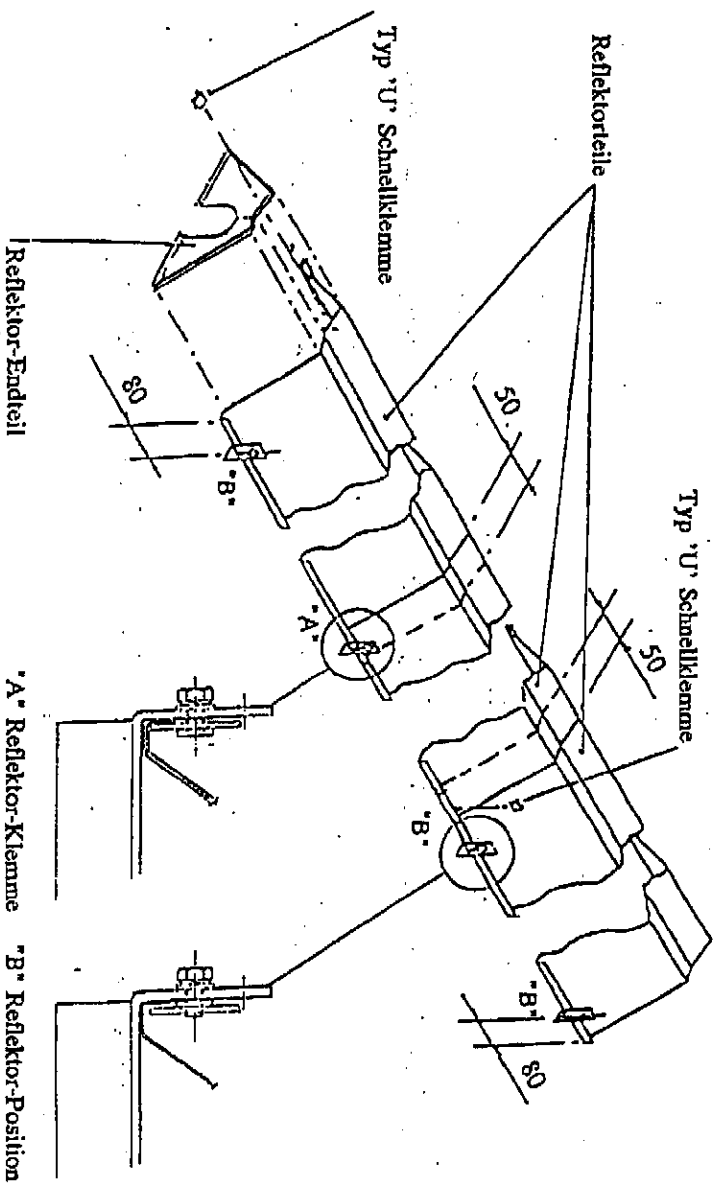

Abb. 23
4.5.7 Legen Sie zwei der Reflektorenteile auf die Aufhängevorrichtungen und zwar so, daß ihre äußeren Kanten von der äußeren Aufhängevorrichtung 80mm überhängen (siehe Abb. 23 unten). Legen Sie das dritte Reflektorenteil über die beiden zuvor positionierten Reflektorenteile, so daß an jedem Ende ein Überhang von 50mm entsteht. Klemmen Sie das erste und das zweite Reflektorenteil da wo sie überlappen an die zweite Aufhängevorrichtung, (vom Kontrollborste), unter Gebrauch von zwei Befestigungsschrauben und M6 Satzschrauben und Dichtungsringen (Befestigungspaket). Sichern Sie das äußere Ende des Mittelreflektorenteiles zum Reflektorteil am Ventilatoreinheitende des Gerätes, unter Gebrauch von zwei U-Typ Schnellklemmen (aus dem Befestigungspaket) wie in Abb. 23 dargestellt. Schrauben Sie die restlichen (6) Befestigungsschrauben an jede der anderen Aufhängevorrichtungen um einen Platz für die Reflektorenteile zu beschaffen, wie in Abb. 23 unten gezeigt.
4.5.8 Platzieren Sie ein Reflektorendteil über die Strahlerröhre und in ein Ende des Reflektorenteils, so daß das Endteilanssch mit dem Ende des Reflektorteiles bündig ist. Sichern Sie das Reflektorendteil an dem Reflektorteil unter Gebrauch von 6 gelieferten U-Typ Schnellklemmen (Befestigungspaket); 2 Klammern pro Facette des Reflektorteiles, wie in Abb. 23 oben gezeigt. Wiederholen Sie den Vorgang um das zweite Reflektorendteil am entgegengesetzten Ende des Reflektors anzubringen.